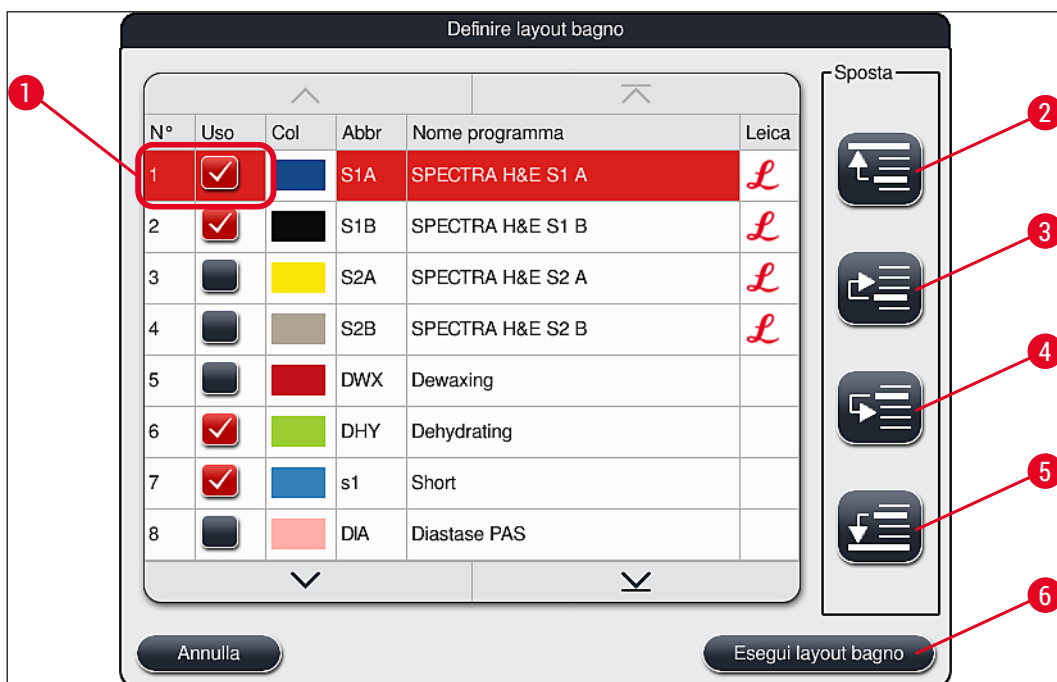

Fig. 50
- Premere il pulsante **Continua** (→ "Fig. 52-4") per procedere oppure il pulsante **Annulla** (→ "Fig. 52-5") per tornare alla selezione programmi (→ "Fig. 50").